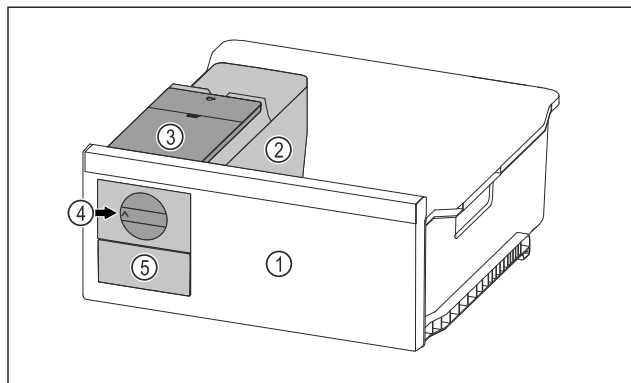

Fig. 155 Ilustrační zobrazení
- Otočte otočný knoflík Fig. 155 (4) ve směru hodinových ručiček až na doraz.
- Kostky ledu padají z misky na kostky ledu do zásuvky na kostky ledu Fig. 155 (5).